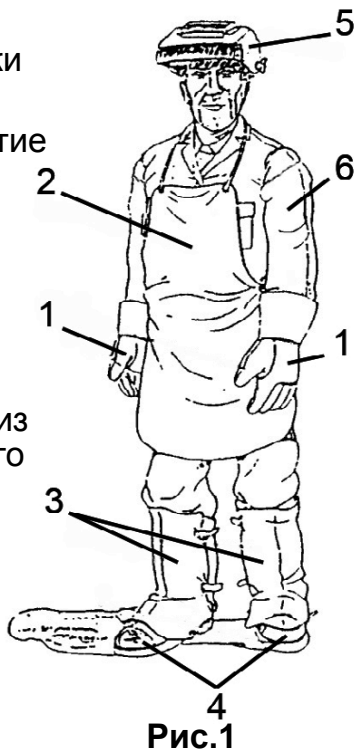

Рис.1
• Рабочий, для защиты собственного тела, должен надеть невоспламеняемую, плотно подогнанную одежду без карманов и отворотов на брюках. Перед тем как надеть одежду, с нее должны быть тщательно удалены масло и смазка. Рабочий также должен носить закрытую защитную обувь со стальными носками и с резиновыми подошвами (рис. 1).